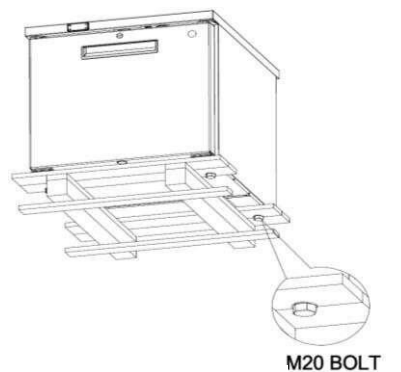

Abb. 2
- Entfernen Sie die beiden M20-Schrauben an der Unterseite des Geräts (siehe Abb. 2).